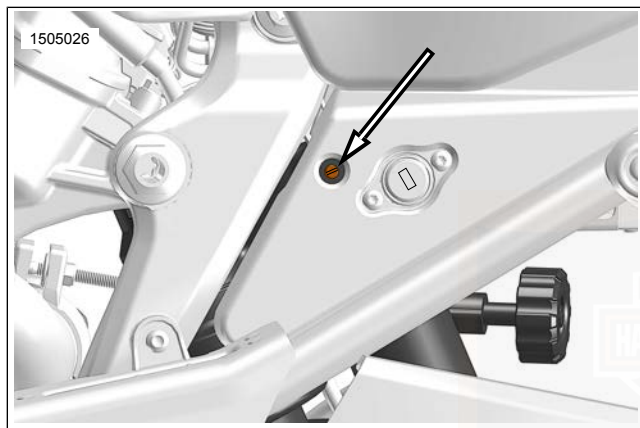

Abbildung 16. Kommessionseinsteller
1. Siehe Abbildung 16. Mit einem Schlitzschraubendreher den Druckstufeneinsteller im Uhrzeigersinn in Richtung H (hart) bis zum Anschlag drehen. Das ist die maximale Druckstufendämpfungseinstellung.